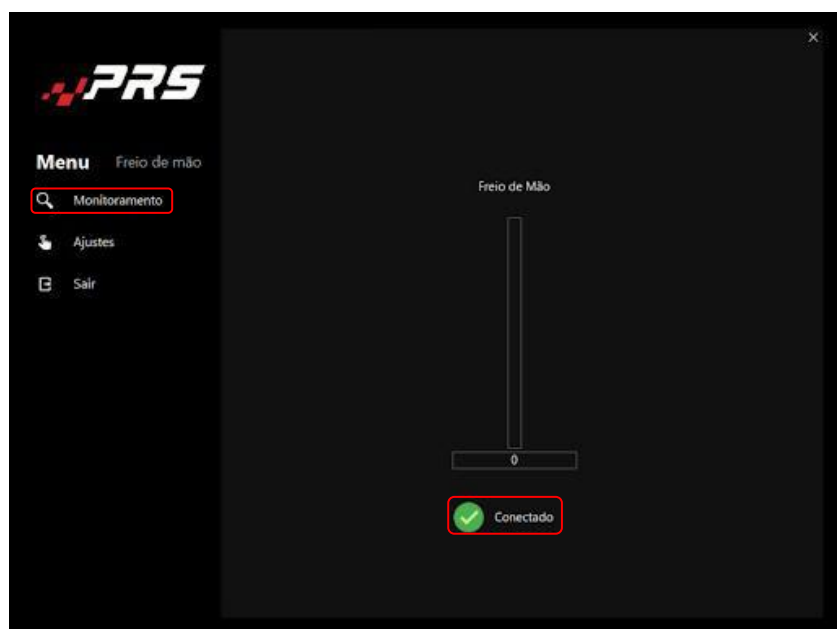

Figura 7
(3) Zona morta inferior: Regula a chamada “dead zone”. Se na tela de configuração de seu freio de mão **(Página 8, Figura 7)**, o valor não estiver em **0%**, você pode aumentar o valor da configuração gradativamente, até o valor zerar.